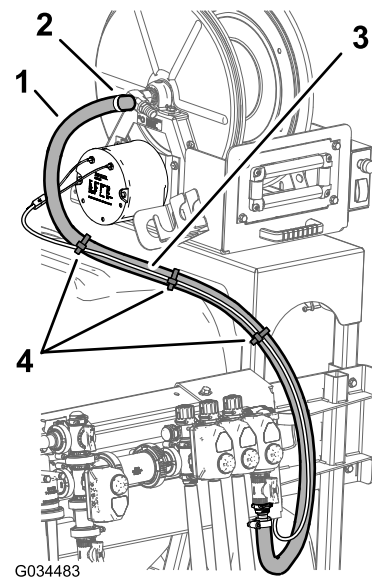

Figura 39
5. Conecte la manguera de 180 cm al conector de manguera dentado del carrete de la manguera, y sujete la manguera al acoplamiento con una abrazadera, según se muestra en Figura 39.
6. Sujete el arnés de cables del kit de carrete de manguera giratorio a la manguera de alimentación del carrete con 3 bridas (Figura 39).